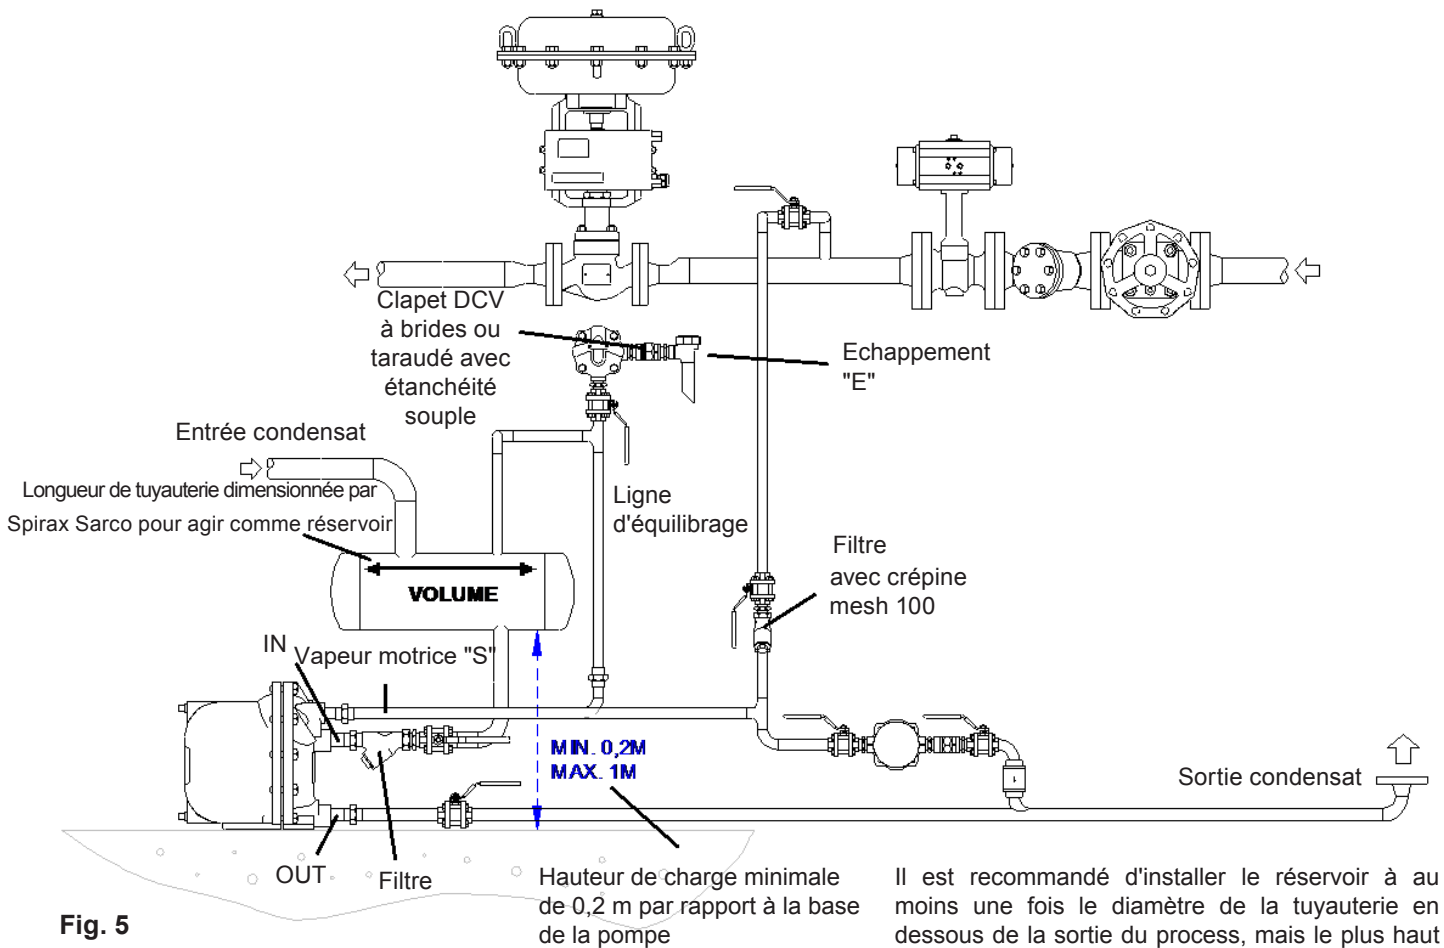

Fig. 5
Pour prévenir le retour de condensat dans l'équipement qui doit être purgé, il est recommandé de bien dimensionner les tuyauteries d'entrée afin de pouvoir accumuler le condensat pendant le cycle de décharge de la pompe. Généralement une longueur et un diamètre de tuyauterie pour recevoir 2 litres de condensats est suffisant. Il est recommandé de placer ce réservoir de condensat à au moins 1D de tuyauterie en dessous de la sortie du process mais le plus haut possible au-dessus de l'entrée de l'APT10-4.5. Il est important de placer à l'entrée des condensats de l'APT10-4.5 un filtre "Y" Spirax Sarco avec une perforation maximale de la crépine de 0,8 mm (Voir Fig. 5).
***Il est important de vérifier que cette ligne est convenablement purgée par un purgeur Spirax Sarco approprié et filtrée par un filtre avec une crépine de mesh 100 (voir Fig. 5).**
Le taraudage DN15 (½") marqué "E" doit être connecté à la ligne d'équilibrage qui devra elle-même être raccordée à la ligne de sortie condensat le plus près possible de l'équipement à purger. Cette ligne d'équilibrage doit toujours être connectée au-dessus de la ligne de condensat. (Fig. 5).